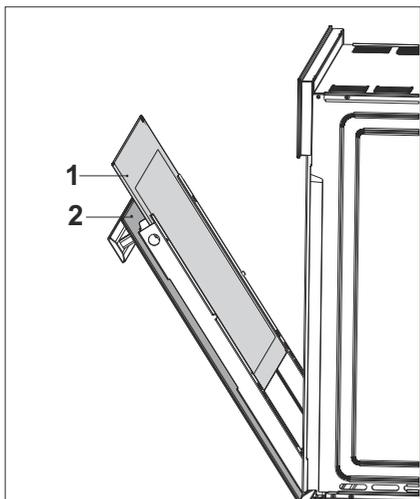

Рис. 25
- Снимите внутреннее стекло прибора для очистки (Рис. 25).